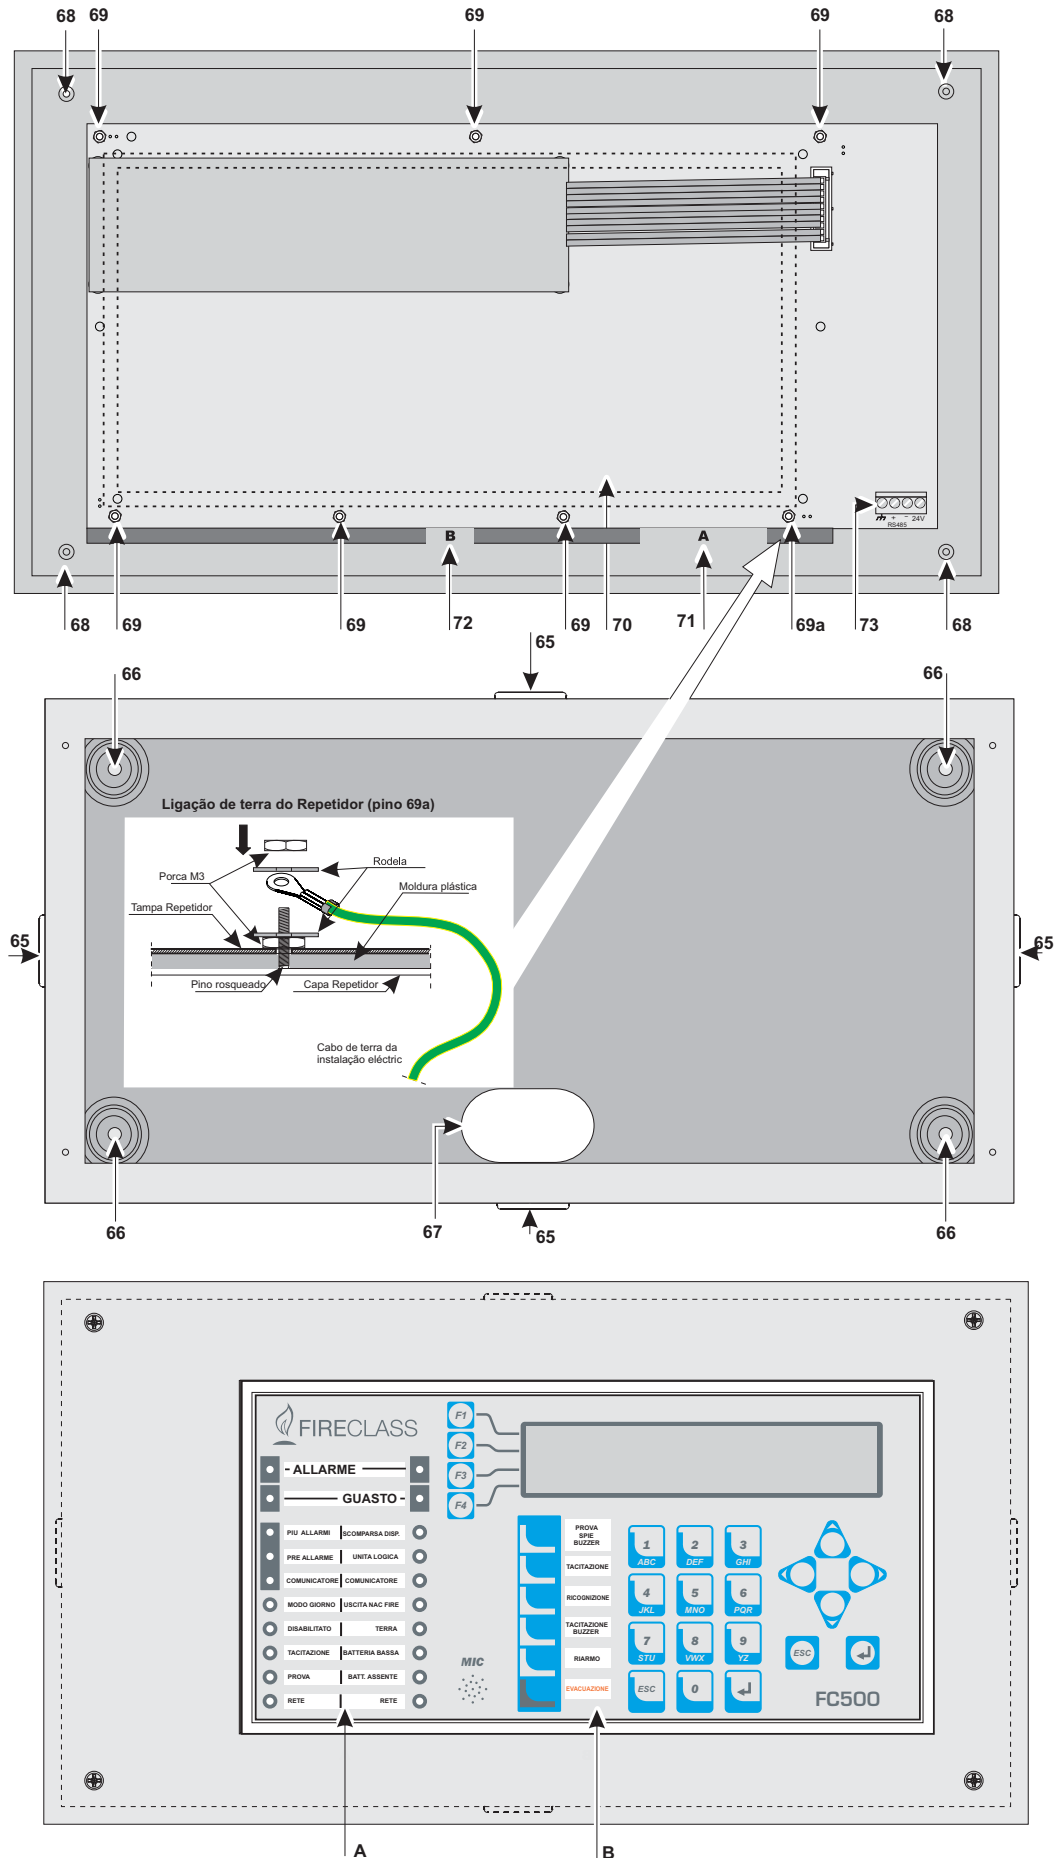

Figura 5 Instalação do repetidor **FC500REP**.
5. Efectue as ligações ao bloco de terminais **73** da Interface RS485, como descrito no parágrafo “Repetidor FC501” ligar o cabo de terra ao pino rosqueado **69a** da tampa, como indicado na Figura 5.